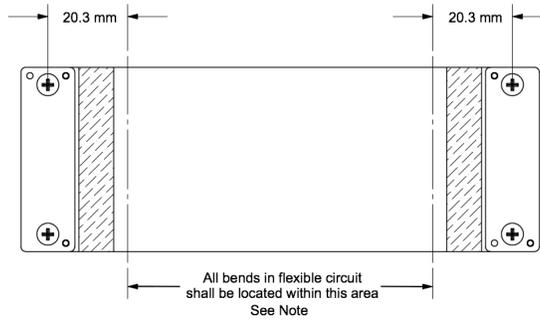

图 4-7. 柔性电缆图
- 将电缆弯曲至图 4-7 中标识的区域（即距离连接器板中心 20.3mm 的区域内）之外。